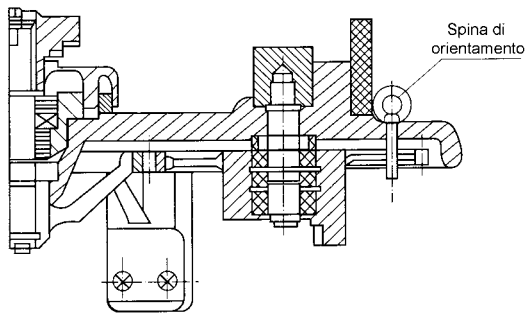

Fig. 21 Spina di orientamento dell'interruttore di commutazione
4.1.3.9 Controllare la posizione della testa e la sua posizione di settaggio. Assicurare la testa della flangia del commutatore alla flangia di montaggio. Infine, rimuovere la caviglia o perno di riferimento colorato di rosso dal connettore intermedio della ruota dentata al fondo del cilindro dell'interruttore di commutazione (Vedi Fig. 21)